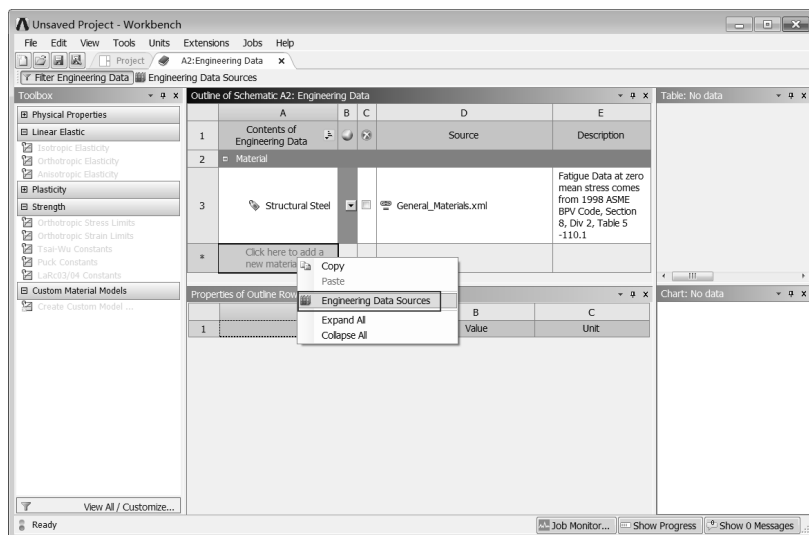

图 13-49 材料参数设置界面（2）
Step2 : 在界面的 A1 表中右击 , 在弹出的快捷菜单中选择 Engineering Data Sources (工程数据源) 命令 , 此时的界面会变为如图 13-49 所示的界面。原界面窗口中的 Outline